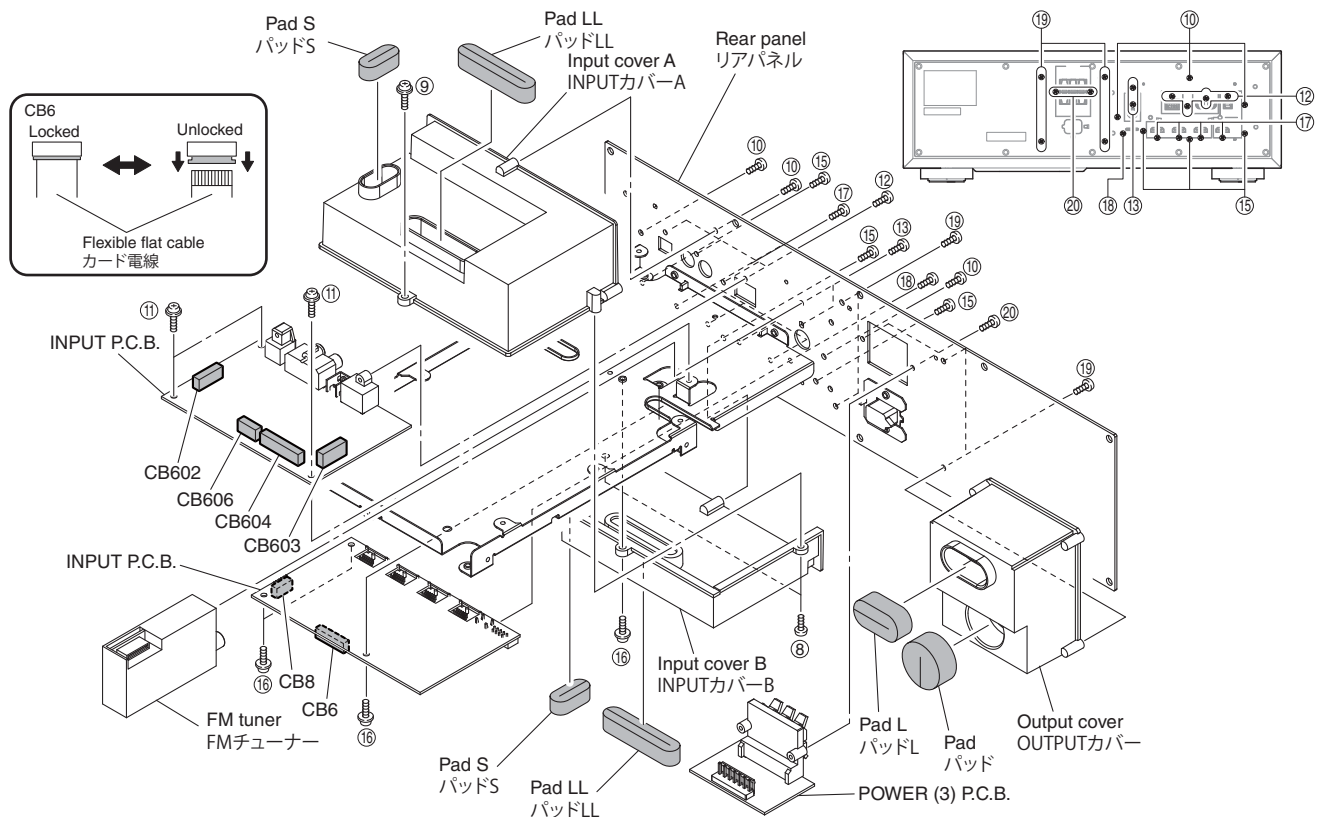

Fig. 3
- Remove CB602-604 and CB606. (Fig. 3)
- Remove the input cover A. (Fig. 3)
- Remove 3 screws (11) and 4 screws (12). (Fig. 3)
- Remove the INPUT P.C.B. (Fig. 3)
- Remove 2 screws (13), and remove the FM tuner. (Fig. 3)
- Remove the pad S and pad LL. (Fig. 3)
- Remove screw (14) and 3 screws (15). (Fig. 3)
- Remove CB8. (Fig. 3)
- Remove the input cover B. (Fig. 3)
- Runlock and remove CB6. (Fig. 3)
- Remove 3 screws (16), 4 screws (17) and screw (18). (Fig. 3)
- Remove the HDMI P.C.B. (Fig. 3)
- Remove the pad and pad L. (Fig. 3)
- Remove 4 screws (19). (Fig. 3)
- Remove the output cover. (Fig. 3)
- Remove 2 screws (20). (Fig. 3)
- Remove the POWER (3) P.C.B. (Fig. 3)
- パッド S、パッド LL を取り外します。(Fig. 3)
- ⑧ のネジ 2 本、⑨ のネジ 1 本、⑩ のネジ 3 本を外します。(Fig. 3)
- CB602-604、CB606 を外します。(Fig. 3)
- INPUT カバー A を取り外します。(Fig. 3)
- ⑪ のネジ 3 本、⑫ のネジ 4 本を外します。(Fig. 3)
- INPUT P.C.B. を取り外します。(Fig. 3)
- ⑬ のネジ 2 本を外し、FM チューナーを取り外します。(Fig. 3)
- ⑭ のネジ 1 本、⑮ のネジ 3 本を外します。(Fig. 3)
- CB8 を外します。(Fig. 3)
- INPUT カバー B を取り外します。(Fig. 3)
- ロックを外し、CB6 を外します。(Fig. 3)
- ⑯ のネジ 3 本、⑰ のネジ 4 本、⑱ のネジ 1 本を外します。(Fig. 3)
- HDMI P.C.B. を取り外します。(Fig. 3)